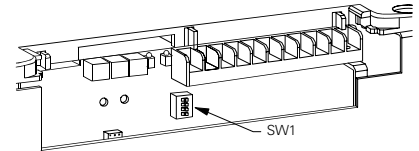

Bild 14 : Lastverdrahtung für einen Einzelmotor in "Standardschaltung" mit Überbrückungsschutz
**Überbrückungsschütz.** Die in Bild 14 und Bild 18 dargestellten Anwendungen enthalten ein Überbrückungsschütz (K1). Das Überbrückungsschütz ist für das Führen des Motor- Betriebsstroms (AC1) bemessen, nicht dagegen für den Anlaufstrom (AC3).